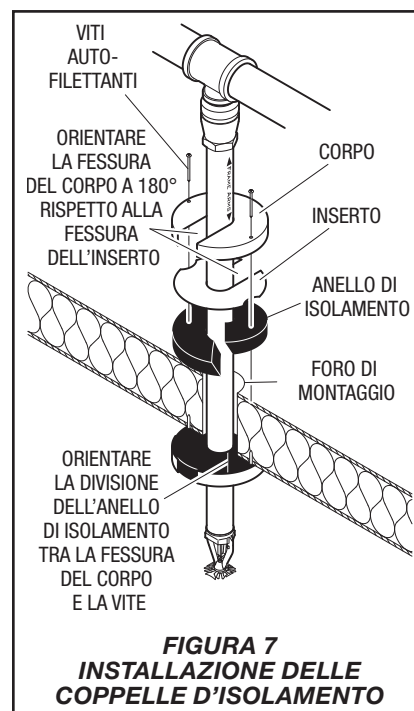

FIGURA 7
In base alla norma NFPA 13, quando si proteggono strutture di congelamento isolate con sprinkler a secco, il foro di montaggio intorno al barilotto dello sprinkler a secco deve essere sigillato. Questo si ottiene usando le coppelle d'isolamento (Figura 7). Il mancato utilizzo delle coppelle d'isolamento aumenterà il rischio di formazione di condensa sullo sprinkler e la conseguente formazione di ghiaccio sopra o intorno allo sprinkler, che potrebbe danneggiare lo sprinkler a secco e/o impedire un suo corretto funzionamento in caso di incendio.
Passo 4. Installare le coppelle d'isolamento facendole scorrere intorno alla struttura dello sprinkler come illustrato nella Figura 7. Posizionare gli inserti al di sopra degli anelli di isolamento facendoli scorrere intorno alla struttura. Posizionare i corpi sopra gli inserti e gli anelli di isolamento, verificando che le fessure sui corpi siano a 180 gradi rispetto a quelle degli inserti. Verificare che le coppelle d'isolamento aderiscano perfettamente al soffitto del locale di stoccaggio refrigerato. Fissare le coppelle d'isolamento al soffitto usando due viti autofilettanti per ogni gruppo.
Passo 8. Installare le coppelle d'isolamento facendole scorrere intorno alla struttura dello sprinkler come illustrato nella Figura 7. Posizionare gli inserti al di sopra degli anelli di isolamento facendoli scorrere intorno alla struttura. Posizionare i corpi sopra gli inserti e gli anelli di isolamento, verificando che le fessure sui corpi siano a 180 gradi rispetto a quelle degli inserti. Verificare che le coppelle d'isolamento aderiscano perfettamente al soffitto del locale di stoccaggio refrigerato. Fissare le coppelle d'isolamento al soffitto usando due viti autofilettanti per ogni gruppo.
Quando si sostituisce uno sprinkler, rimuovere ed eliminare le vecchie coppelle d'isolamento e sostituirli come illustrato nella Figura 7.